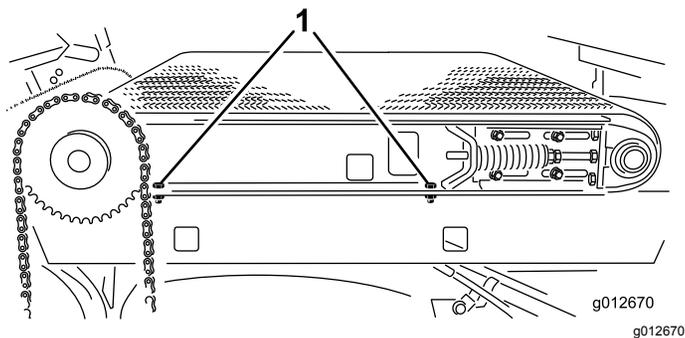

Figura 28
- No lado direito da máquina, desaperte os dois parafusos que prendem a calha da estrutura de deslizamento ao guarda-lamas direito (Figura 28). Certifique-se de que os parafusos estão soltos o suficiente para permitir a inclinação da plataforma deslizante.